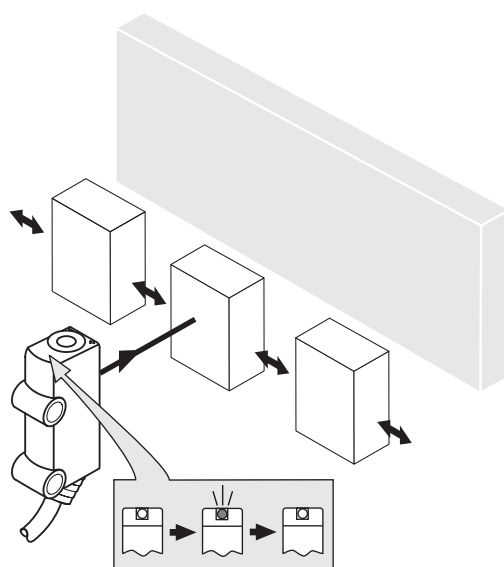

図 52: 優先方向
4. センサに対して対象物が検出可能な方向にあることを確認してください。参照 図 52, ページ 147